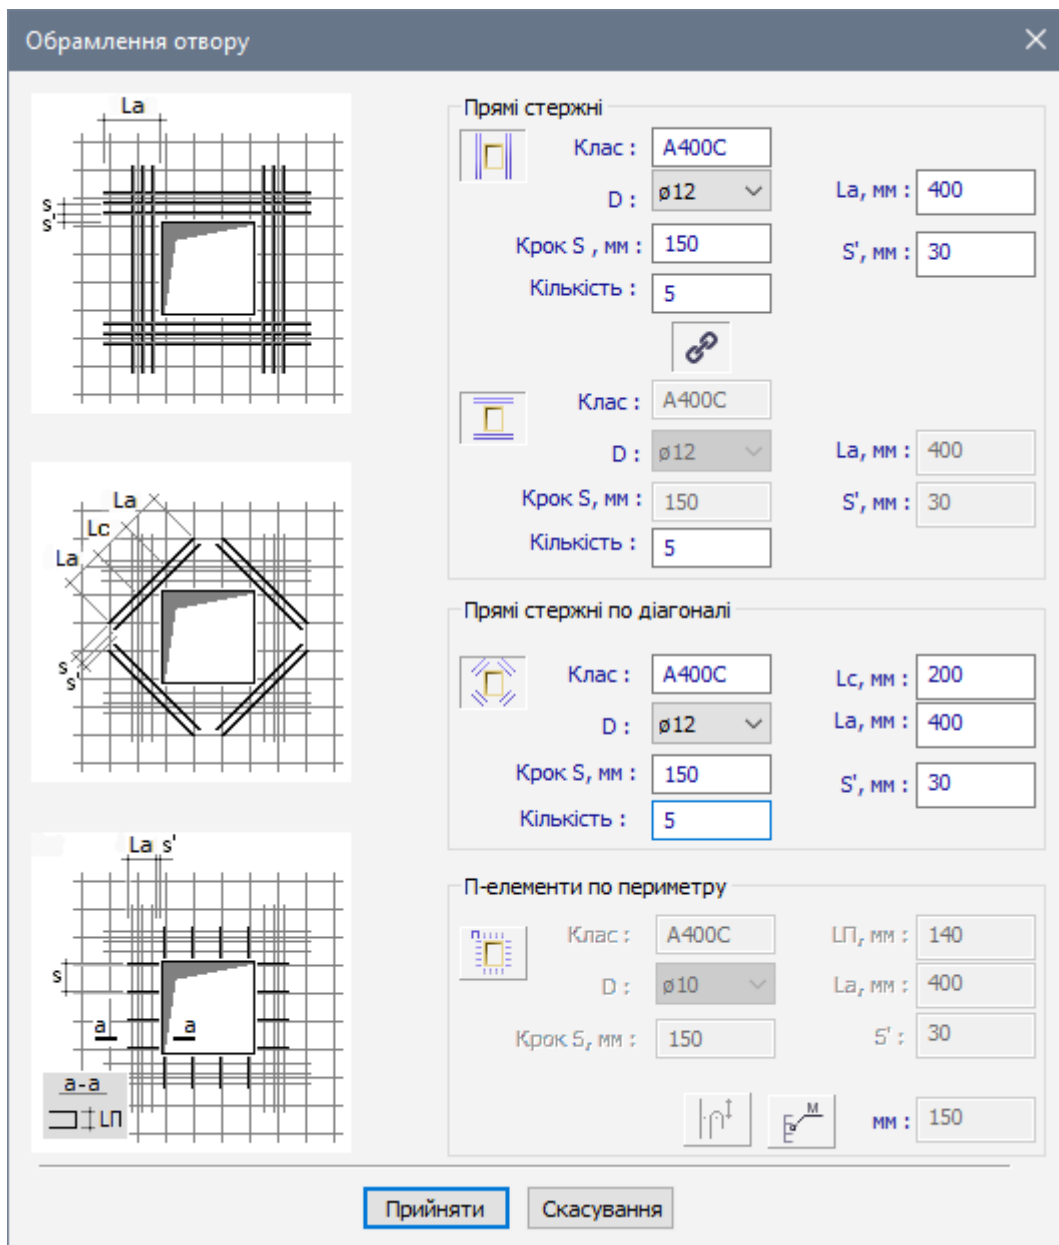

Рис. 23.51. Діалогове вікно **Обрамлення отвору**
- Викличте діалогове вікно **Обрамлення отвору** (рис. 23.51) натисканням по кнопці  – **Обрамлення отвору** у розкритому списку **Обрамлення** (панель **Додаткова арматура** на вкладці **Армування**).